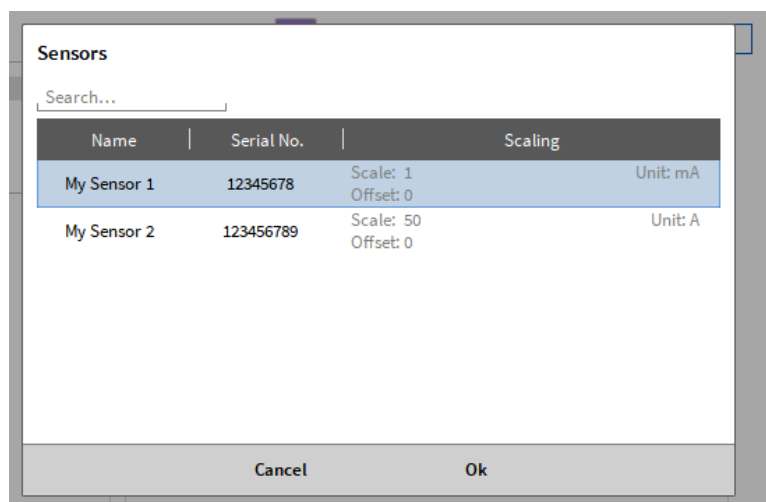

Abb. 6.15: Pop-up-Fenster, um einen Sensor für einen Kanal auszuwählen
- Ein Pop-up-Fenster mit der Liste aller definierten Sensoren wie in Abb. 6.15 erscheint.